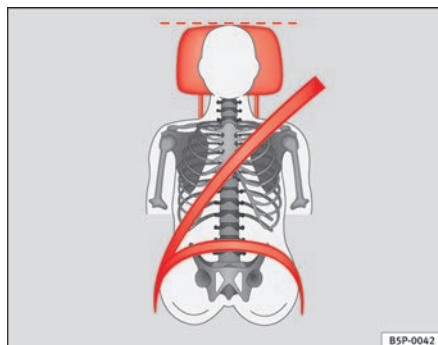
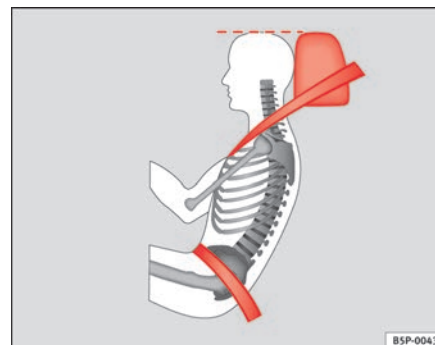

Fig. 83 Visto de frente:
Fig. 84 Visto de lado:
- Ajuste el apoyacabezas de modo que el borde superior del mismo quede a la misma altura que la parte superior de la cabeza ⇒ **fig. 83** y ⇒ **fig. 84**.